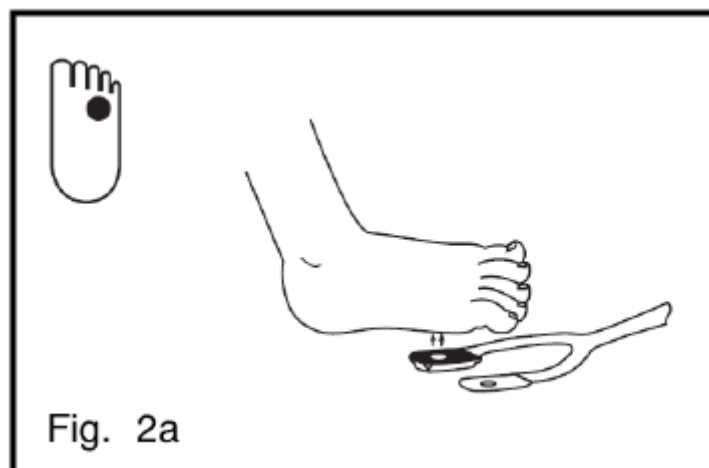

Fig. 2a
5. Oriente a parte posterior do sensor de forma que fique afastada do paciente ou repouse ao longo da superfície inferior do pé. Aplique o detector na parte carnosa da planta do pé, alinhando-o com o quarto dedo (fig. 2a). Em alternativa, o detector poderá ser igualmente colocado na parte superior do pé (não mostrado).